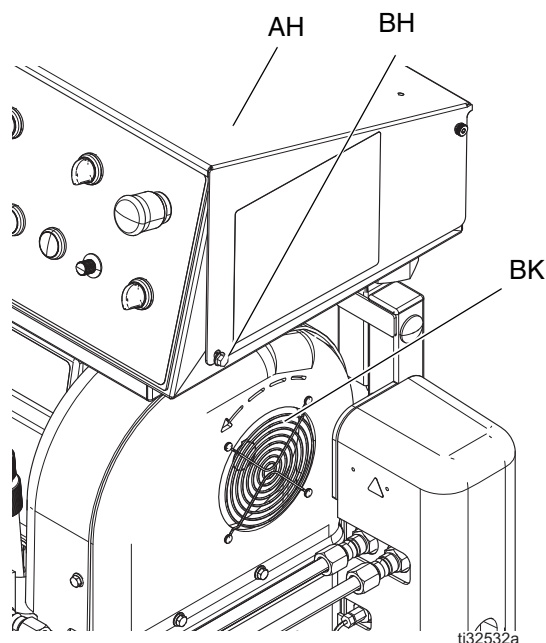
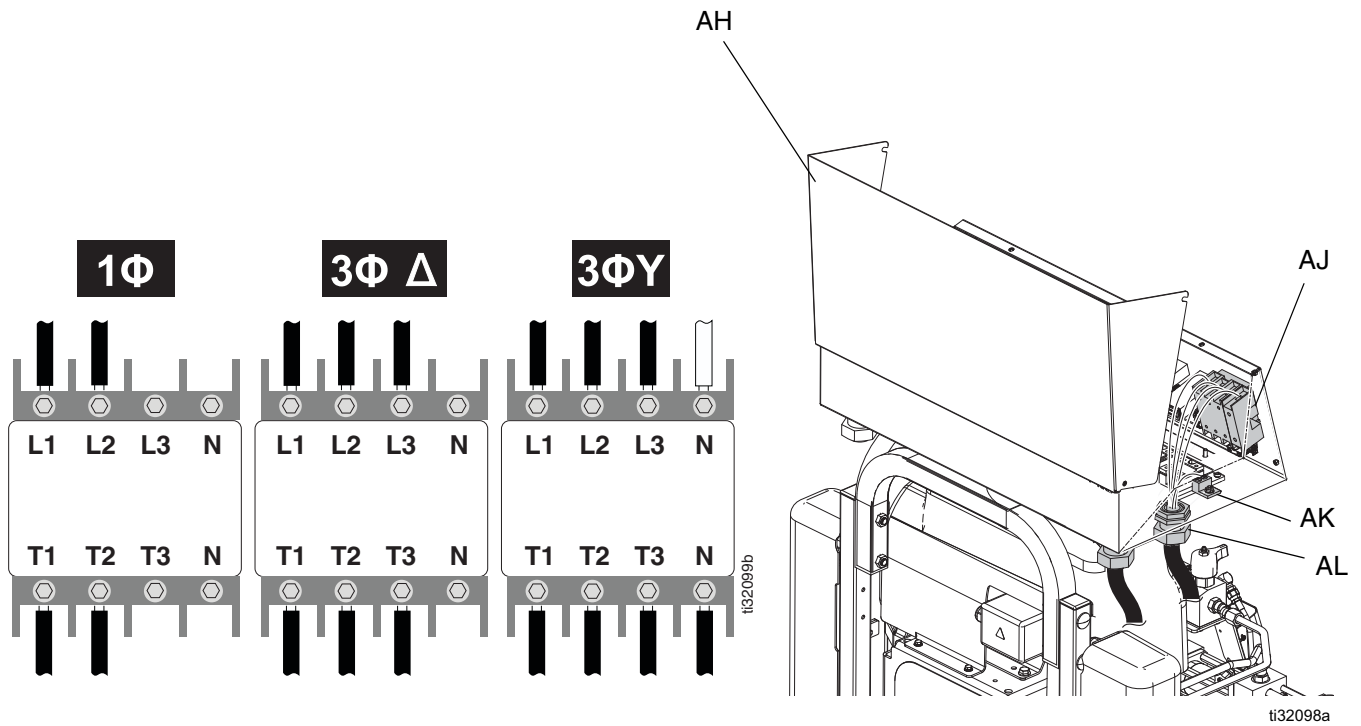

FIG. 7 : Rotation du moteur électrique
FIG. 8 : Raccorder les câbles d'admission électriques
2. Tourner l'interrupteur principal d'alimentation (CE) sur OFF (Arrêt).
3. Ouvrir la porte du boîtier électrique (AH) en desserrant les boulons (BH) et en relevant la porte. Voir FIG. 8.
4. Faire passer le cordon d'alimentation dans l'attache d'admission électrique (AL) du boîtier électrique (C). Serrer l'attache du cordon électrique (AL). Voir FIG. 8.
5. Raccorder les fils d'alimentation entrants aux cosses débranchables principales (AJ) et à la cosse de mise à la terre principale (AK) comme illustré sous FIG. 8. Serrer au couple de 6,2 N•m (55 po-lb). Tirez doucement sur tous les branchements pour vérifier qu'ils sont correctement installés.
- a. **230 V, monophasé** : À l'aide d'une clé hexagonale Allen de 5/32 ou 4 mm, brancher deux fils sur L1 et L2. Raccorder le vert à la terre (AK).
- b. **230 V, triphasé** : À l'aide d'une clé hexagonale Allen de 5/32 ou 4 mm, brancher trois fils sur L1, L2 et L3. Raccorder le vert à la terre (AK).
- c. **400 V, triphasé** : À l'aide d'une clé hexagonale Allen de 5/32 ou 4 mm, brancher trois fils sur L1, L2 et L3. Raccorder le fil neutre sur N. Raccorder le fil vert sur la cosse de mise à la terre (AK).
6. Vérifier que le ventilateur du moteur électrique (BK) tourne dans le bon sens. Voir FIG. 7.
7. Vérifier que tous les éléments sont correctement branchés comme illustré en FIG. 8. Fermer la porte du boîtier électrique (AH) et serrer les boulons (BH).